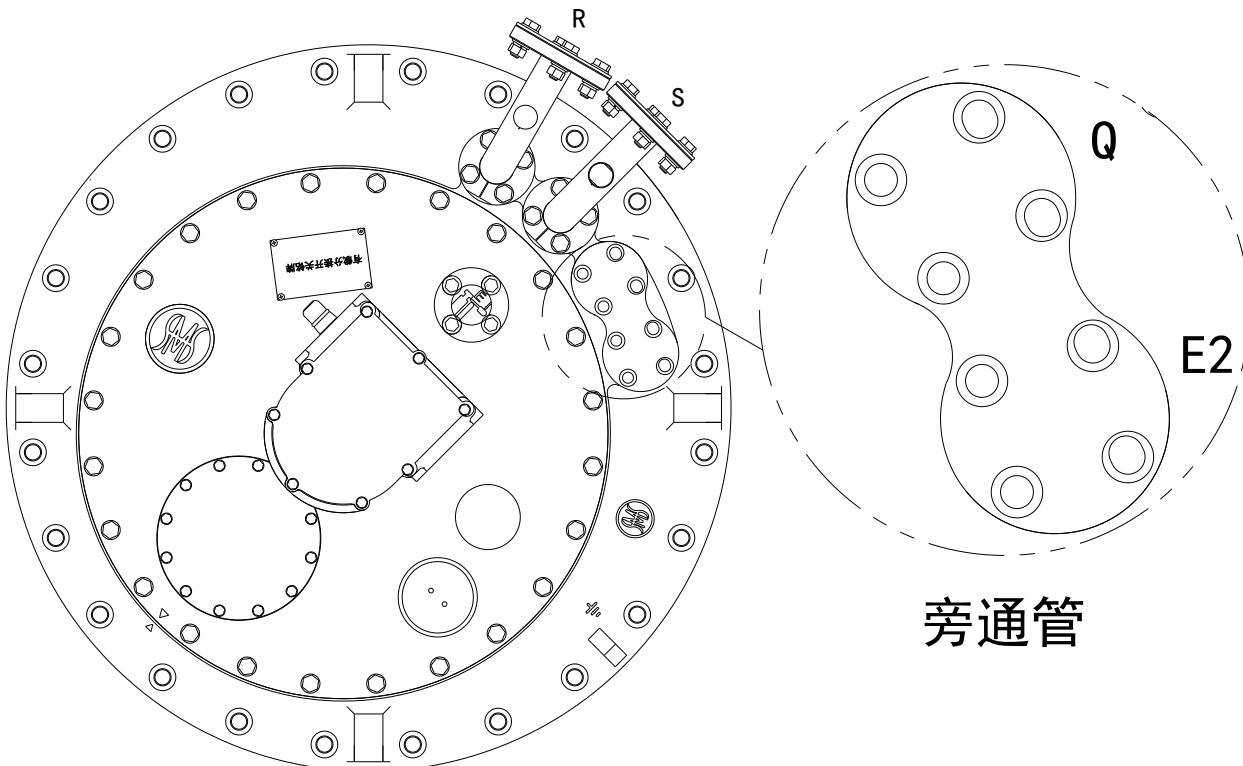

图 7-1 弯油管在开关顶部上的分布位置
1. 拆卸开关安装法兰上弯油管 E2 与 Q (见图 7-1)
1. 拆卸开关安装法兰上弯油管 E2 与 Q。(见图 7-1)